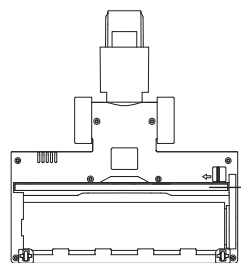

FIGURE 1
- 2\THE BOTTOM OF THE MOTORIZED BRUSH IS EQUIPPED WITH A DUST SCRAPING BLADE (AS SHOWN IN FIGURE 1) TO ENSURE EFFECTIVE DUST SUCTION. DO NOT MOVE THE MOTORIZED BRUSH BACKWARD OVER THE DUST YOU INTEND TO CLEAR.